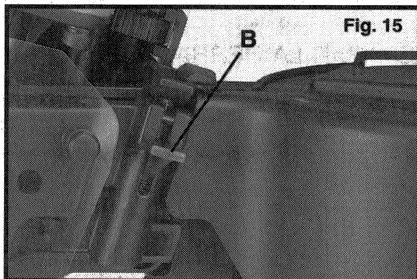
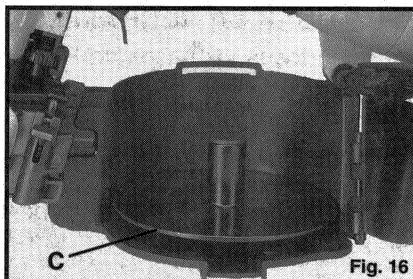
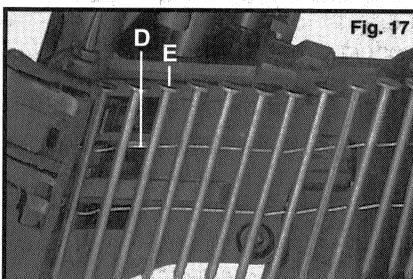
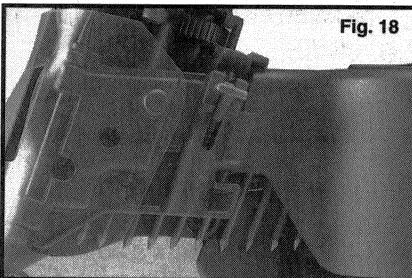

Fig. 15
Fig. 16
Fig. 17
Fig. 18
2. Presione el pestillo (B), Fig. 15, abra la cubierta del alimentador y gire la cubierta de la recámara hasta abrirla (vea la Fig. 16).
3. Ajuste el soporte de clavos (C), Fig. 16, a la longitud de clavo deseada: el soporte de clavos puede subirse y girarse hasta cuatro posiciones distintas que proporcionan soporte para clavos de distintas longitudes, según se indica en la parte interior del portaclavos de la recámara.
4. Quite la banda de un rollo de clavos, desenrolle aproximadamente 3 pulgadas de clavos y posicione el rollo en el interior del portaclavos de la recámara, con el centro del rollo alrededor del soporte de clavos (C), Fig. 16, con el segundo clavo en el dedo del alimentador (D), Fig. 17, y con las cabezas de clavo en la pista para cabezas de clavo (E), Fig. 17.
5. Cierre la cubierta de la recámara y luego cierre la cubierta del alimentador y asegúrela con el pestillo (vea la Fig. 18). **NOTA:** Asegúrese de que las cabezas de clavo permanezcan en la pista para cabezas de clavo (E), Fig. 17.